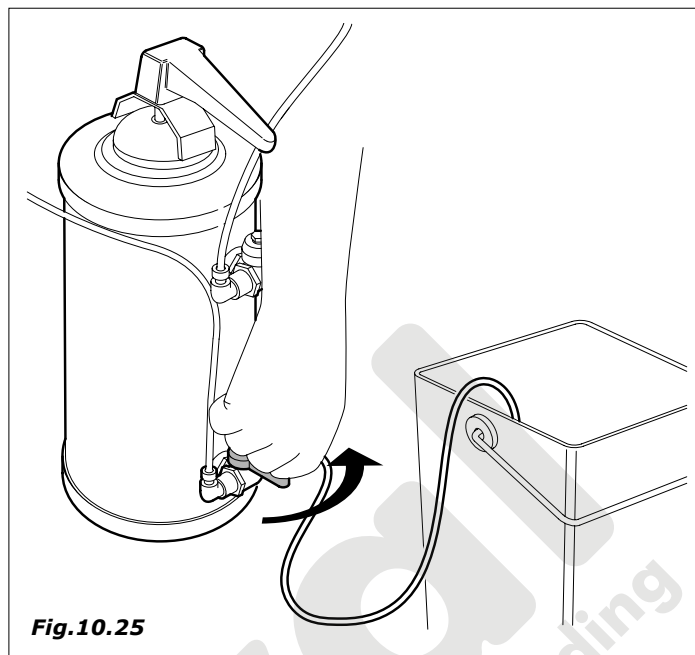

Fig.10.25
- Girar el grifo inferior habiendo tenido la precaución de colocar el tubo del grifo inferior en el cubo (Fig.10.25).